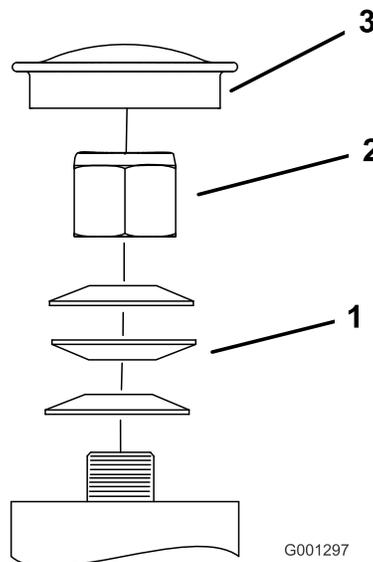

Figura 65
3. Togliete lo scodellino parapolvere dalla ruota orientabile e serrate il dado di bloccaggio (Figura 65).
4. Serrate il dado di bloccaggio finché le rondelle elastiche non sono piatte, quindi allentate di un quarto di giro per mettere a punto il precarico sui cuscinetti (Figura 65).
**Importante:** Verificate che le rondelle elastiche siano correttamente montate, come riportato nella Figura 65.
5. Montate gli scodellini antipolvere (Figura 65).